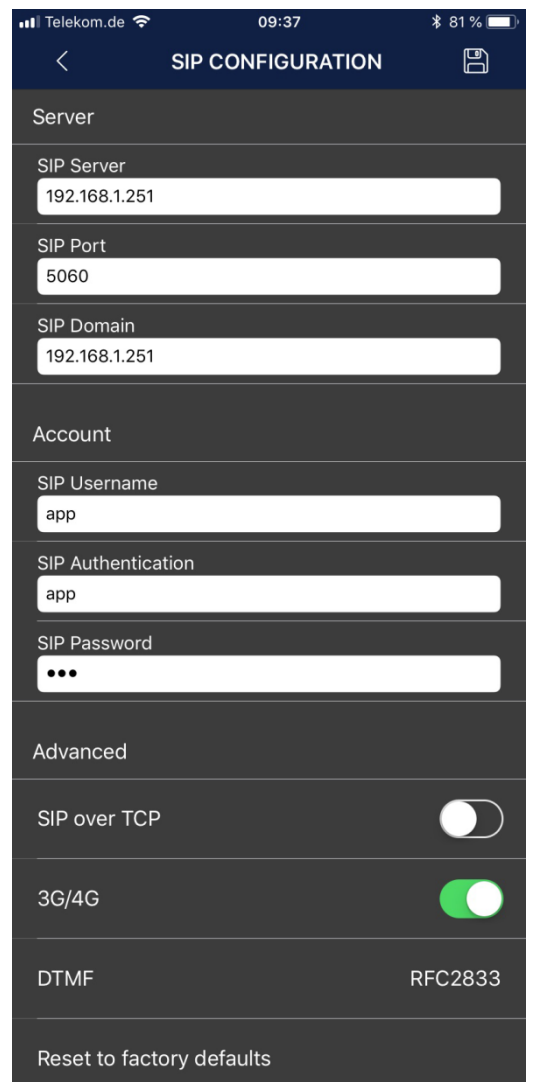

Abb. 17: Einrichtung der TCS:App
z.B. Einrichtung der TCS:App, Abb.: 17